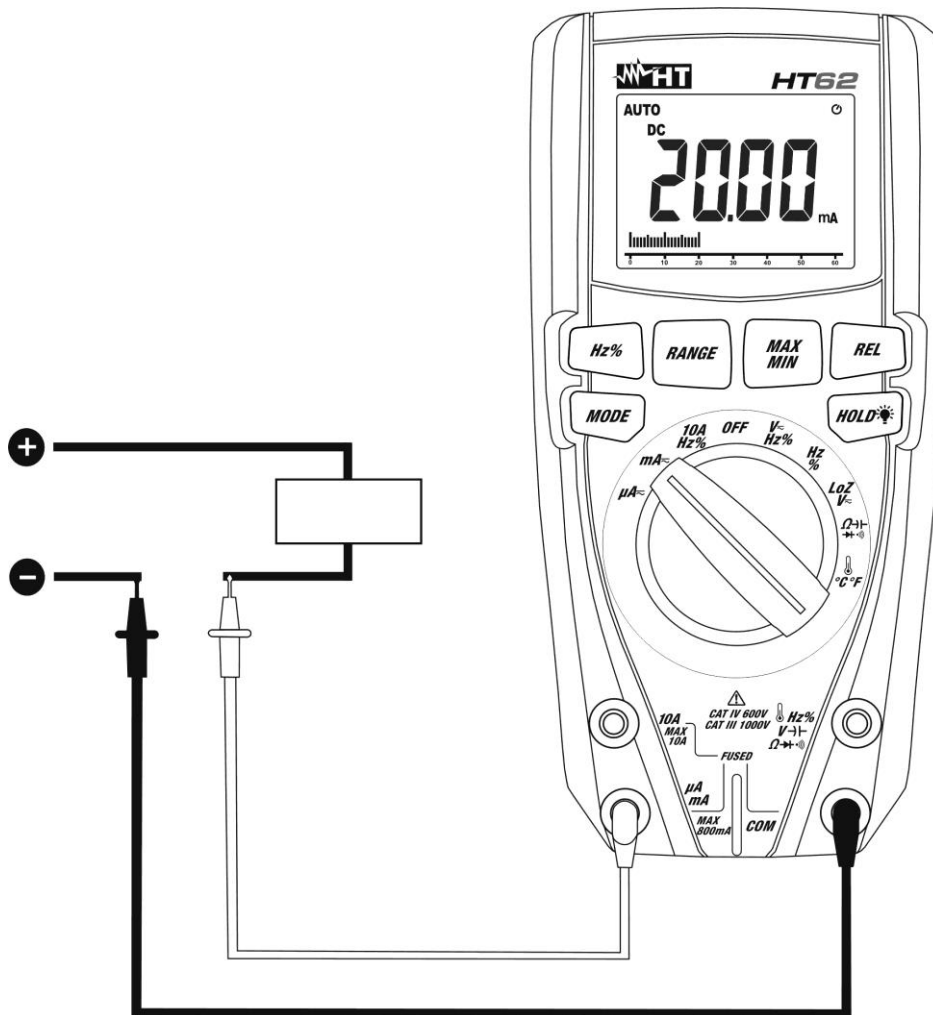

Abb. 10: Verwendung des Gerätes für Gleichstrommessung
4. Verbinden Sie die rote und die schwarze Messleitung in Reihe mit dem Kreis, dessen Strom Sie messen möchten, und dabei achten Sie auf die Strompolarität und -richtung (siehe Abb. 10).
7. Das Symbol "-" auf dem Display des Gerätes gibt an, dass der Strom die umgekehrte Richtung mit Bezug auf den Anschluss in Abb. 10 hat.